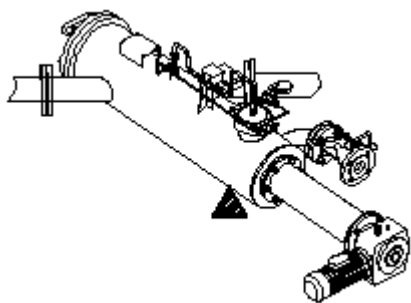

图 4
- 2) 过滤器有三种安装方式，其中“▲”表示建议支撑位置，见图 4~6，但应注意水流方向不可弄错，安装时应尽量使水力控制阀处于水平位置或向下的位置，以保证排污彻底。